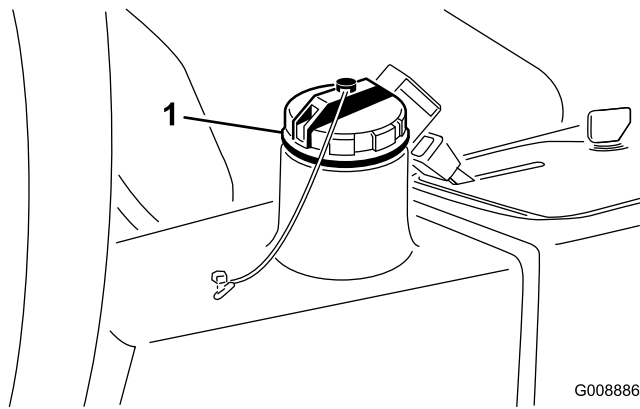

図 24
2. 油圧オイルタンクの注油口周辺をきれいに拭き、キャップ（図 24）を外す。キャップを外す。